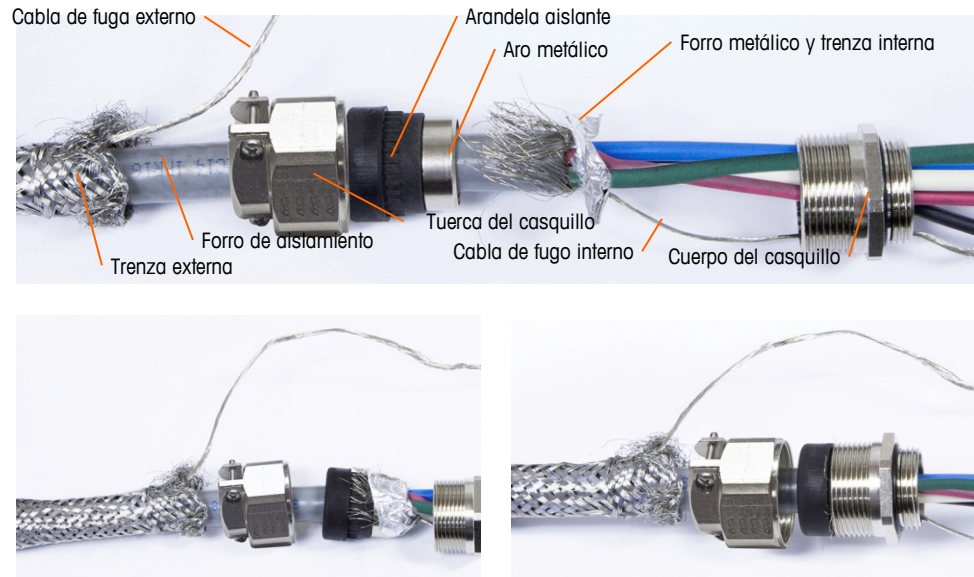

Figura A-48: Cable de conexión POWERCELL PDX y conjunto de casquillo
- a. Instale el conjunto del casquillo para cable, abrazadera metálica y mango de latón sobre el cable de conexión mientras desliza hacia atrás el blindaje de la trenza externa (Figura A-48). El cable de fuga interno debe entrar en el gabinete a través del casquillo para cable, mientras que el cable de fuga externo permanece fuera.
- b. Pliegue y disperse hacia fuera el blindaje de trenzado y forro metálico internos sobre el aro metálico antes de presionar la arandela aislante dentro del cuerpo del casquillo para cables como se muestra en la Figura A-48.